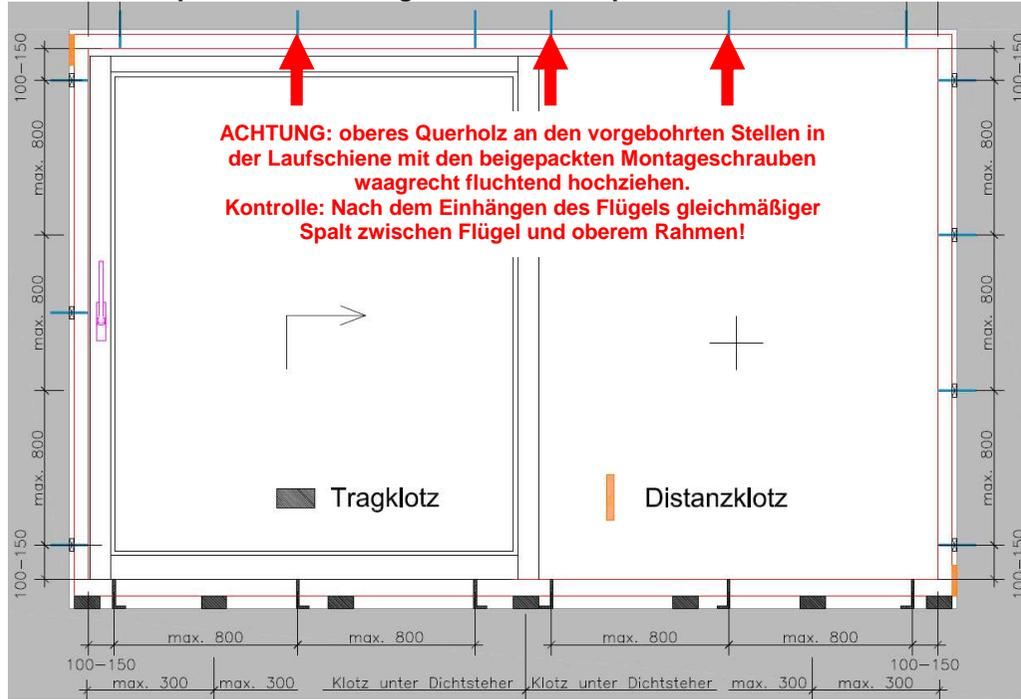

Abb. 1: Anordnung der Trag- und Distanzklötze, sowie der Befestigung.
1. Vor Montage des Elementes müssen Tragklötze im Abstand von max. 300 mm gemäß Abb.1 vorbereitet werden. Achtung: diese Tragklötze müssen ca. 16cm tief sein, und über die ganze Elementbreite und -tiefe einnivelliert und befestigt werden. Sie dienen zur Lastabtragung und zur Verhinderung einer Durchbiegung.
5. Senkrecht an der Fixteilseite und an der Anschlagseite ist jeweils ein Distanzklötz unten bzw. oben einzusetzen (immer diagonal); siehe Abb. 1.
Die **Fixteilseite** kann mit am Baukörper verdübelten Mauerlaschen fixiert werden. Bei Stahlbeton und Ziegelmauerwerk kommen **Turboschrauben** $\varnothing \geq 7,5$ mm bzw. bei Holzwandaufbauten **Spaxschrauben** $\varnothing \geq 6,0 \times 100$ mm (Teilgewinde) im Abstand von der Rahmeninnenecke 100 mm-150 mm zum Einsatz. Der **max. Abstand untereinander** soll **800 mm** nicht übersteigen; siehe Abb. 1. Die **Einschraubtiefe** der Schrauben am Baukörper sollte mind. 70 mm betragen.